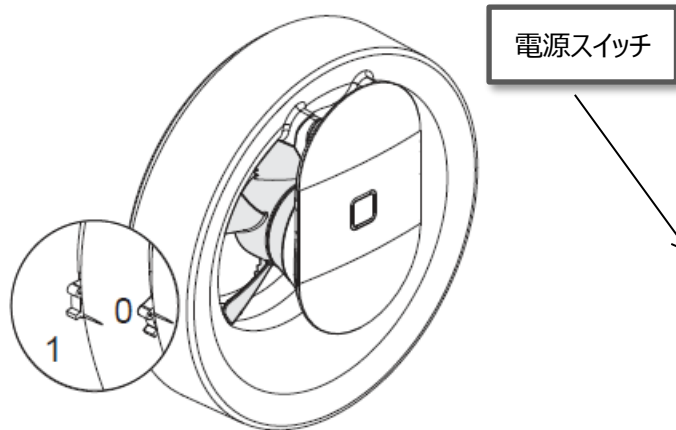

図 3-1
- ① 本体左にある電源スイッチを必ずオフにしてください 上図 3-1 0 : 電源オフ 1 : 電源オン